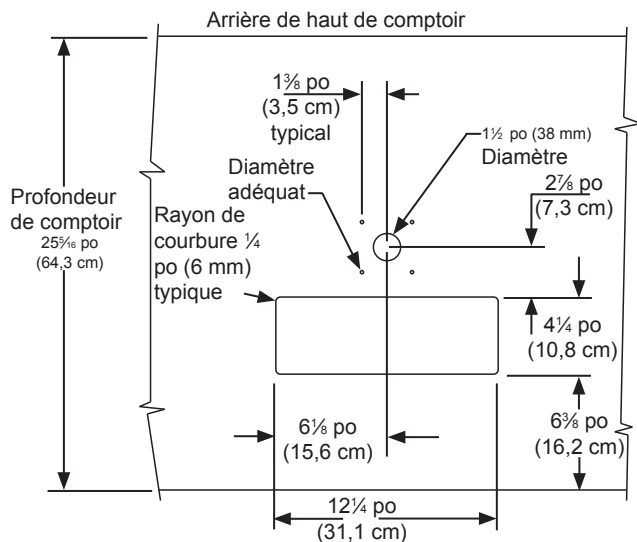

Figure 27
Les dimensions de découpe montrées en Figure 27 sont basées sur un haut de comptoir de profondeur 25⁵/₁₆ po (64,3 cm). Votre comptoir peut avoir une dimension différente et nécessite un autre positionnement d'avant à arrière. Référez-vous aux dimensions de produit en pages 6 et 7 pour déterminer les mesures requises.
4. Si vous installez votre réfrigérateur à fûts sous un comptoir, vous devrez percer 5 orifices dans le dessus de comptoir pour y monter la tour. Le premier de ces orifices fait 1¹/₂ po de diamètre au centre de l'emplacement de la tour, pour la conduite de bière, à situer à environ 13¹/₂ po (34,3 cm) du bord avant du haut de comptoir (sur la base d'une largeur de comptoir standard de 25⁵/₁₆ po). Ensuite vous percez 4 orifices de montage selon les dimensions de la Figure 27. Leur diamètre dépend du matériau du haut de comptoir et de l'éventuelle nécessité de chevilles. Les vis fournies sont dans le paquet de la littérature, ce sont des vis en acier inox type AB de 10 x 1 po. Marquez et réalisez la découpe pour le puisard de drainage. Une fois les orifices percés et le réfrigérateur pour fûts en place sous le dessus de comptoir, passez la conduite de bière au travers du joint de la tour, dans le orifice de 1¹/₂ po dans le dessus de comptoir, et le orifice en haut du réfrigérateur pour fûts. Montez la tour sur le dessus de comptoir avec les 4 vis fournies. Placez le puisard de drainage, tiré du paquet de littérature, dans la découpe rectangulaire avec son encoche ronde vers l'arrière contre la tour, et placez la grille dessus.